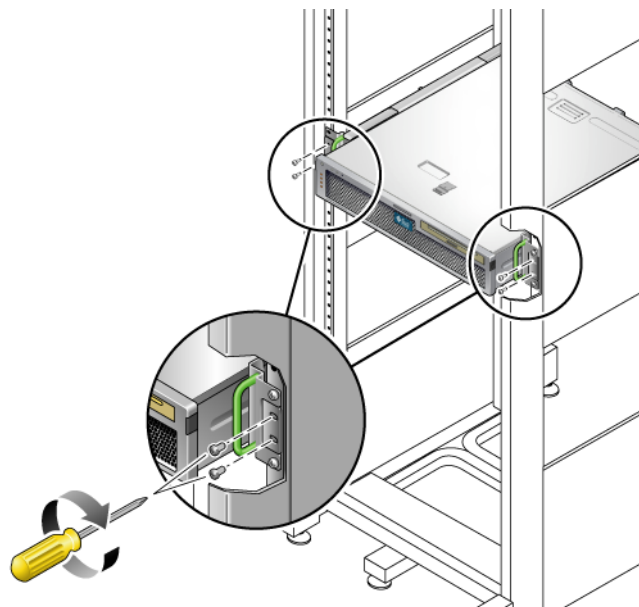

图 3-22 将服务器的前部固定到机架的前部
17. 在机架的前部，使用螺丝（每侧使用两颗）将安装在服务器上的侧滑轨固定到机架的前部（图 3-22）。